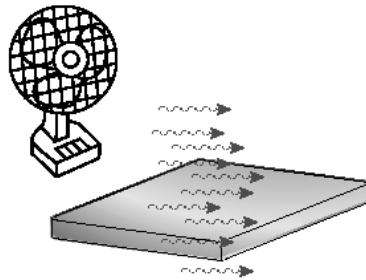

图 11-5 强制对流
- ✧ 强制对流：通过外部方式（如风扇或泵）来加速流体在固体表面的流动。流体微粒在固体表面的快速运动使温度梯度最大化，并增加了热交换速率。在热盘上强迫扩散空气，如图 11-5 所示。